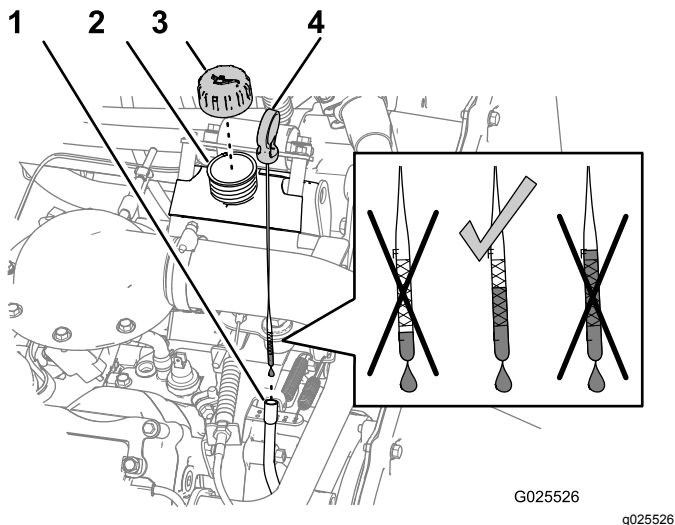

図 42
4. ディップスティックを抜ききれいなウェスで一度拭く 図 42。
6. 引き抜いてディップスティックの目盛りで油量を点検する 図 42。
7. オイルの量が不足している場合は、補給口のキャップ 図 42 を取り、ディップスティックの FULL マークまで補給する。
8. 補給口にキャップを取り付ける 図 42。
9. ディップスティックを元通りに取り付ける 図 42。